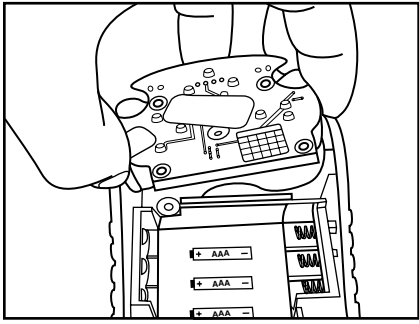

Fig. 37
- 4. Retire o conjunto de sensores da unidade (Fig. 37).